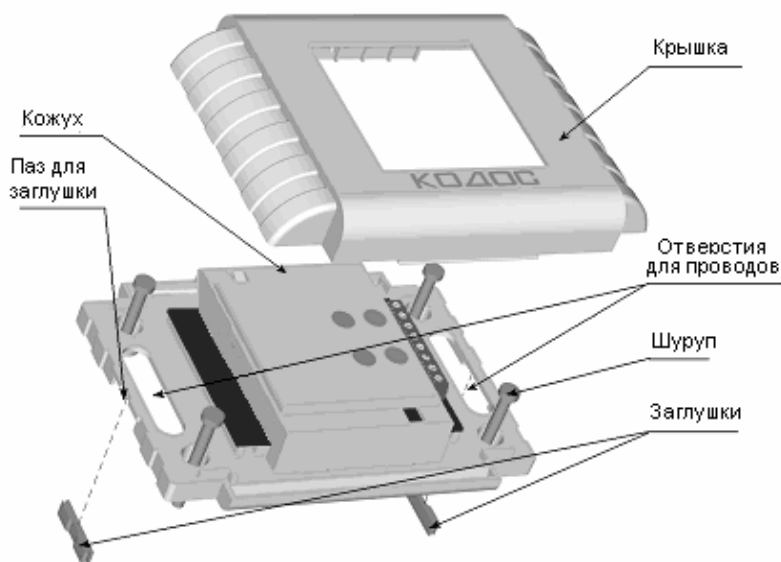

Рисунок 5 – Крепление адресного блока (клеммы условно не показаны)
5.4.2 Снять с изделия крышку (рисунок 5).
- если провода подходят сбоку (например, из короба или гофрированного шланга), снять заглушки (рисунок 5);
- если провода подходят сбоку адресного блока (например, из короба или гофрированного шланга), снять заглушки (рисунок 5);
- через отверстия для проводов (если провода идут из стены) или через пазы для заглушек и отверстия для проводов (в случае, если провода подходят сбоку) (рисунок 5), протянуть провода к кожуху адресного блока;